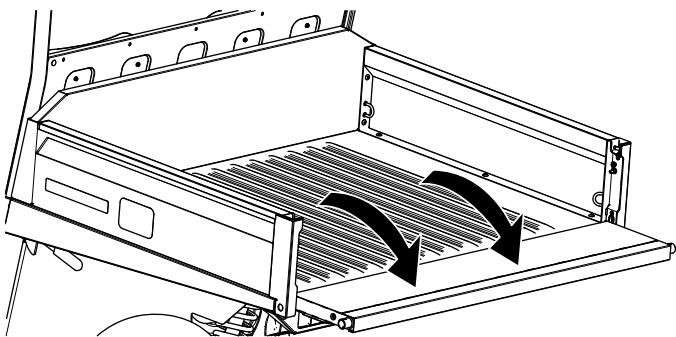

Figura 69
3. Baje el portón hasta que quede nivelado con la parte inferior de la plataforma de carga (Figura 69).